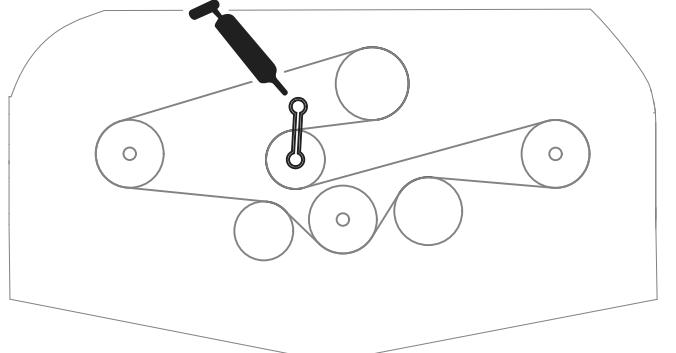

Bild 15
- Lager der Spannarmwelle (Bild 15)